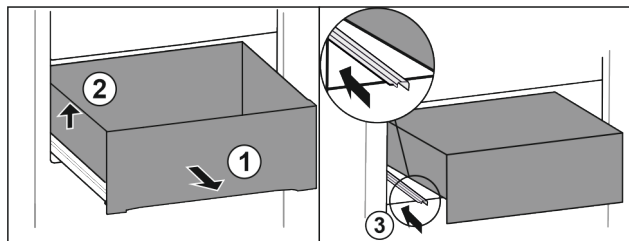

Fig. 68
- ▶ Вытяните выдвижной ящик до упора. Fig. 68 (1)
- ▶ Приподнимите выдвижной ящик слева. Fig. 68 (2)
- ▶ Вставьте левую направляющую. Fig. 68 (3)